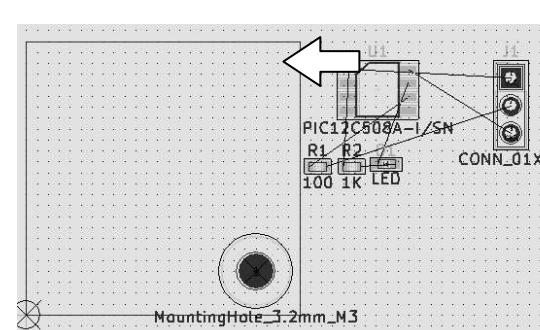

図 10-10
(10) 部品配置
① 基板外形枠内にフットプリント（部品）を移動配置します。図 10-10
② フットプリントの移動、回転等には回路図エディタの編集機能がレイアウトエディタでも使えます。ドラッグ（ショートカット G）と回転（ショートカット R）を用います。
③ ラッソネスト（フットプリントを結んでいる細い線）を見ながら、フットプリントの移動・回転を行い、実際の配線ができるだけ簡単になるようにフットプリントを配置します。